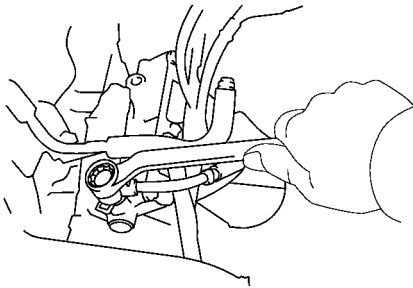

图 2-109 用新垫片和接头螺栓将
3) 用新垫片和接头螺栓将 1 号输油管连接到出油管上，如图 2-109 所示。